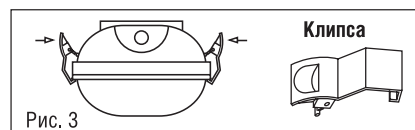

Рис. 3
- Установить светодиодные лампы Т8 (в комплект не входят) в ламподержатели. Закрепить рассеиватель клипсами, как показано на Рис. 3.